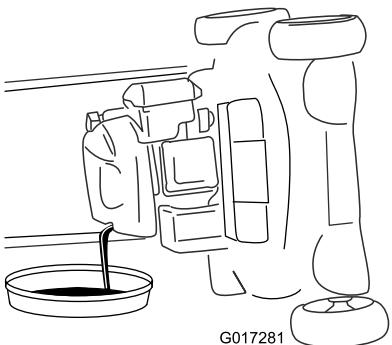

Рисунок 31
- Извлеките щуп и слейте использованное масло в поддон для сбора масла (Рисунок 31).